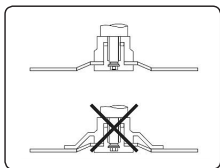

Figura 2
- g) Discos com centro rebaixado e de diâmetros de 100 a 230 mm devem ser montados em flanges com diâmetros iguais (figura 2).